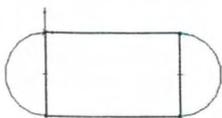

图 11-7 绘制的草图
(1) 新建文件。启动 SOLIDWORKS 2018, 选择菜单栏中的“文件”→“新建”命令, 或者单击“快速访问”工具栏中的“新建”按钮 , 在弹出的“新建 SOLIDWORKS 文件”对话框中先单击“零件”按钮 , 再单击“确定”按钮, 创建一个新的零件文件。
(2) 绘制电容电解池草图。在左侧的“FeatureManager 设计树”中用鼠标选择“前视基准面”作为绘制图形的基准面。单击“草图”控制面板中的“边角矩形”按钮 , 绘制一个矩形; 单击“草图”控制面板中的“3 点圆弧”按钮 , 在矩形的左右两侧绘制两个圆弧。结果如图 11-7 所示。